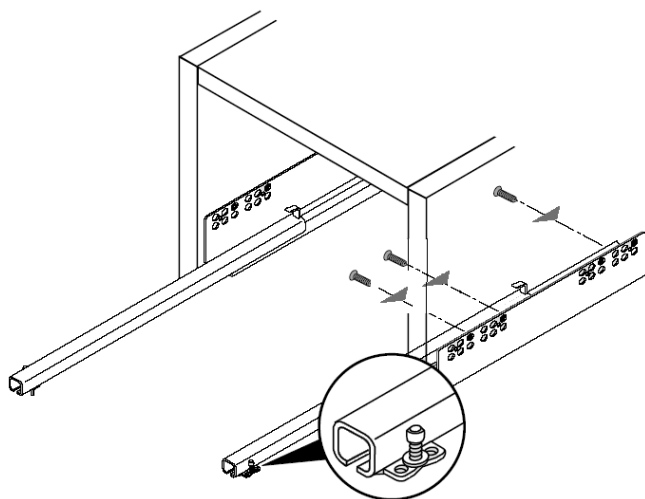

Рис. 2
3. На боковые стенки (130), (131) шурупами 6,3x10,5 установить направляющие ящиков, при этом первое отверстие на боковой стенке совместить с третьим отверстием в верхнем ряду на направляющей (рис.2 и схема сборки).